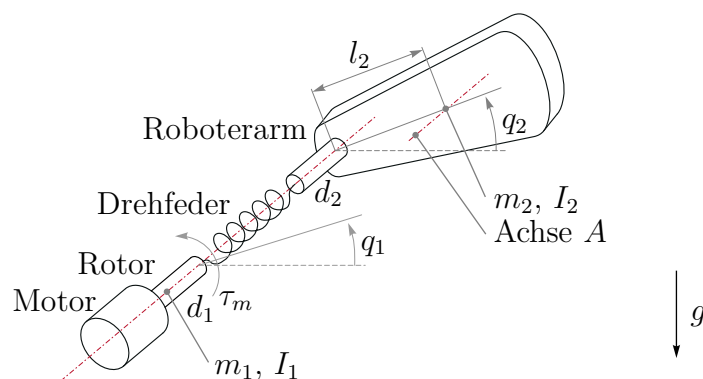

Abbildung 6: Roboterarm mit elastischem Antriebsstrang.
b) Gegeben ist der Roboterarm mit elastischem Antriebsstrang aus Abbildung 6, welcher mit dem Motormoment τ_m angetrieben wird. Die eingezeichneten Größen sind bekannt. Der Motor ist mit dem Roboterarm über die nichtlineare Drehfeder $\tau_k(\Delta q) = k\Delta q^5$, $\Delta q = q_2 - q_1$, verbunden. Die lineare Dämpfung d_1 wirkt auf den Rotor und d_2 wirkt auf den Roboterarm. Weiters wirkt die Gravitation g auf das Starrkörpersystem. Das Massenträgheitsmoment I_2 ist bezüglich der Achse A angegeben.